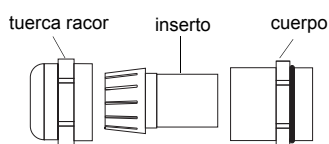

Fig. 7.8: Prensaestopas
- Hacer pasar el cable de alimentación a través de la tuerca racor, el inserto y el cuerpo del prensaestopas (véase Fig. 7.8).
- Hacer pasar el cable de salida a través de la tuerca racor, el inserto y el cuerpo del prensaestopas (véase Fig. 7.8).